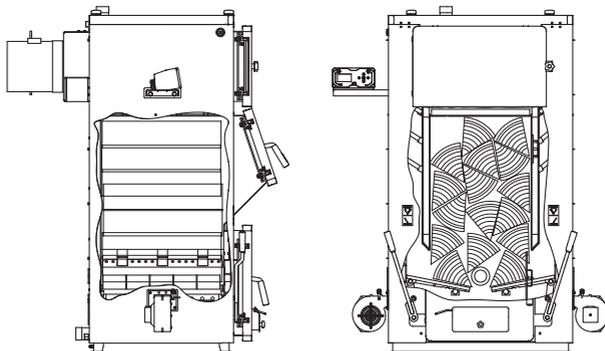
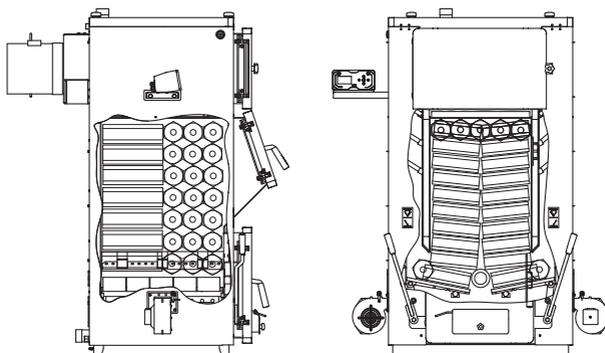
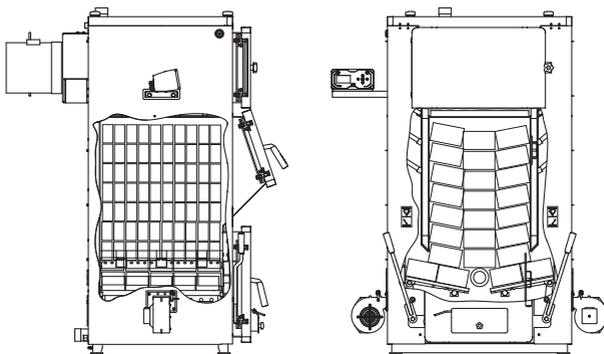
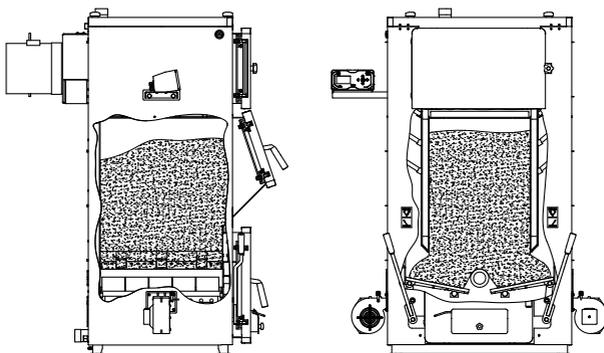

Рис.11 Вариант укладки дров для котла ZOTA Magna 60 - 100 кВт
Рис.12 Укладка брикетов для котла ZOTA Magna 60 - 100 кВт
Рис.13 Укладка брикетов для котла ZOTA Magna 60 - 100 кВт
Рис.14 Укладка угля для котла ZOTA Magna 60 - 100 кВт
Варианты укладки топлива в топочное пространство приведены на **Рис.11, Рис.12, Рис.13, Рис.14.**
- Заполнить топку котла топливом, равномерно распределяя его по всему объёму в соответствии с Рис.11, Рис.12, Рис.13, Рис.14.;
- Заполнить топку котла топливом, равномерно распределяя его по всему объёму в соответствии с **Рис.11, Рис.12, Рис.13, Рис.14**;